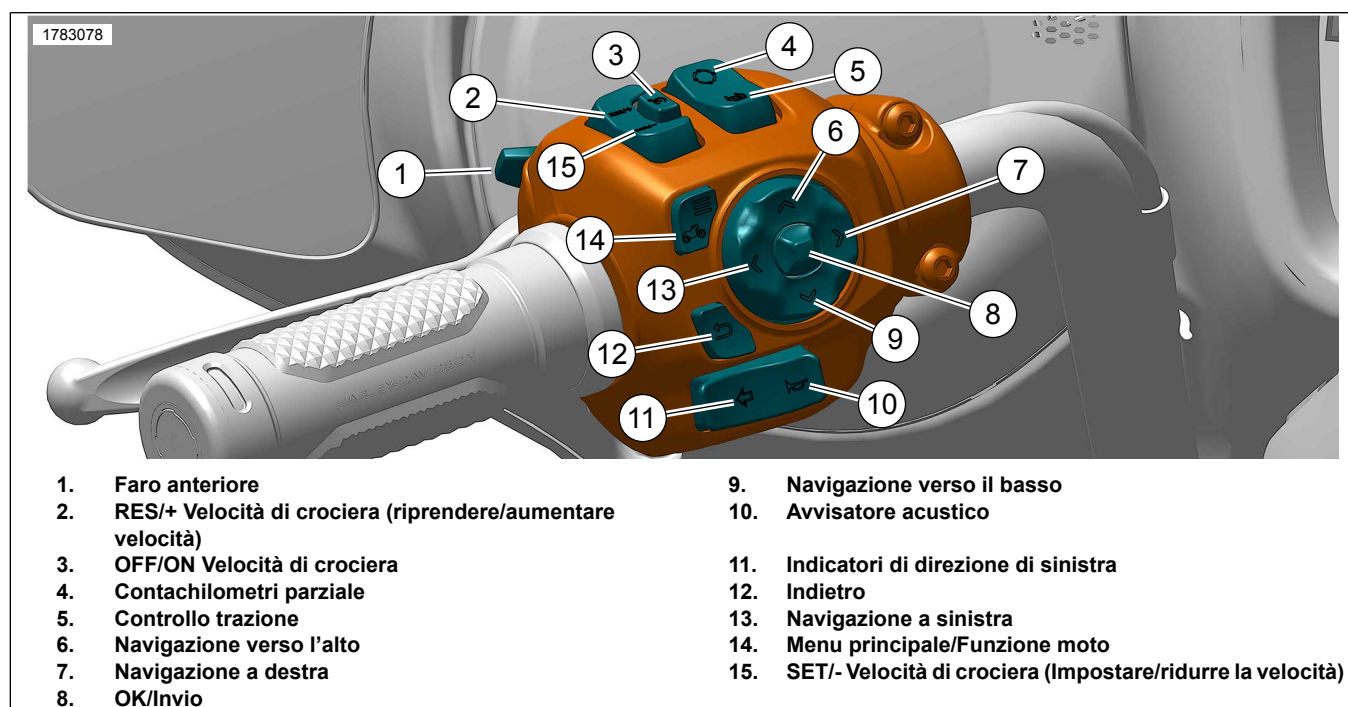

Figura 2. Modulo dei comandi di sinistra (LHCM)
1. Vedere la figura 2. Modelli con un Unità di controllo Infotainment (IFCU):
- f. Aprire le funzioni del veicolo (14) da Modulo dei comandi di sinistra (LHCM).